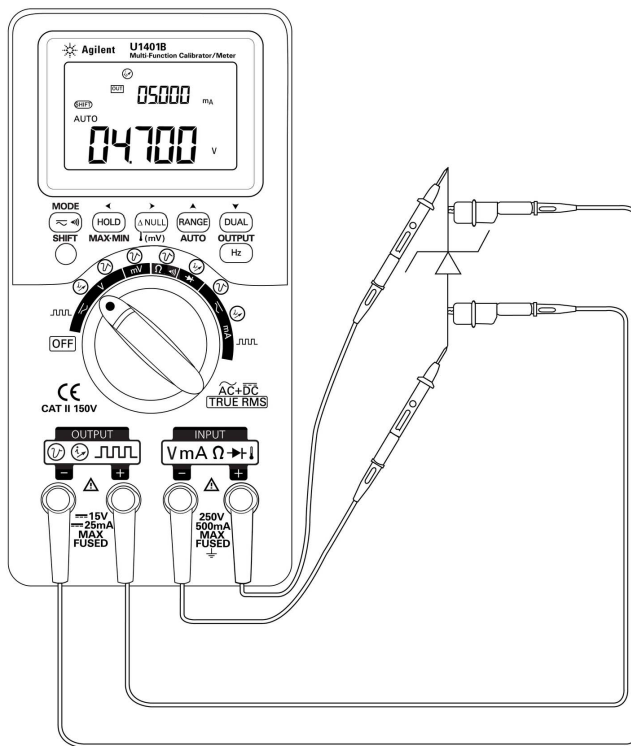

Figure 5-5 Test d'une diode Zener
- 2 A l'aide de la pince crocodile rouge, reliez la borne de sortie positive à l'anode positive de la diode. Reportez-vous à la Figure 5-5 à la page 95.